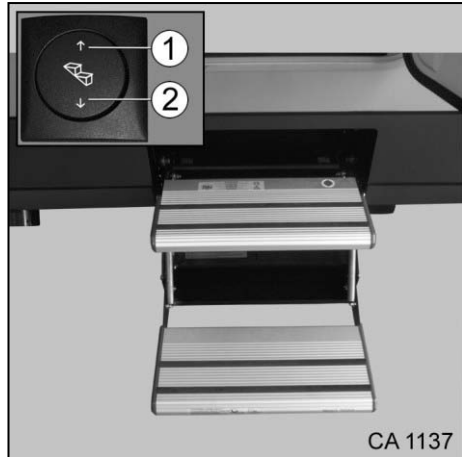

Fig. 13 Marche-pied à deux marches
1. Appuyer sur l'interrupteur à bascule (Fig. 13/2) et le marche-pied sort complètement.
1. Appuyer sur l'interrupteur à bascule (Fig. 13/1) et le marche-pied rentre complètement.